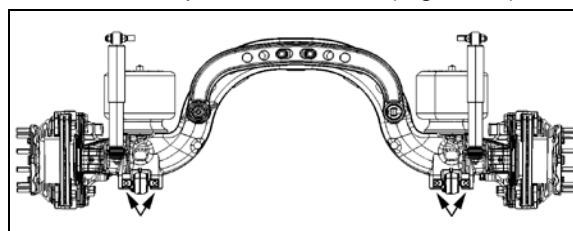

FIGURE 15: POINTS DE LEVAGE SOUS L'ESSIEU AUXILIAIRE
4. Placer des appareils de levage sous les points de levage d'essieu auxiliaire pour soutenir le poids de l'essieu (Figure 15).